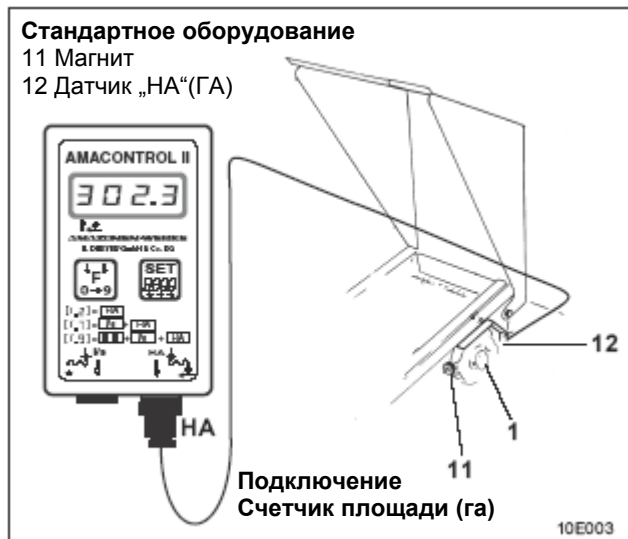

Рис. 2.2
На рис. 2.2 показаны места крепления датчика и магнита на приводном вале редуктора (1).